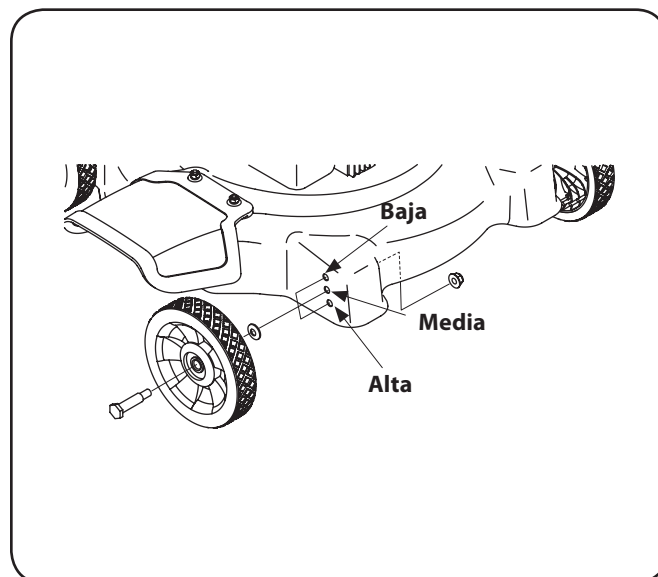
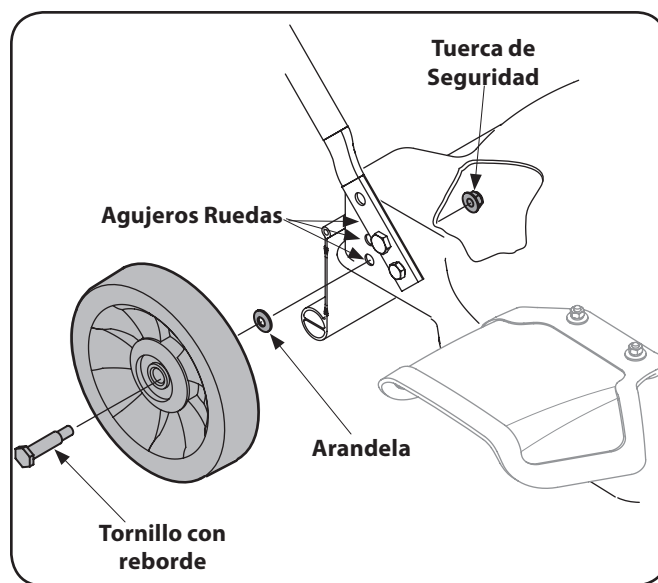

Figura 3-6
Figura 3-7
Los orificios en la plataforma (que se muestra en la Figura 3-6 y la Figura 3-7) proporcionan tres alturas de corte. Use los orificios correspondientes al colocar las cuatro ruedas (es decir, para la posición de corte más baja, coloque cada rueda en el orificio más alto de la plataforma). Vea la Figura 3-6.
1. Asegure cada rueda a la cubierta con los tornillos de pivote (3/4 pulg. llave de tubo), arandelas y tuercas de seguridad de brida (9/16 pulg. llave de tubo). Ver Figura 3-7.
1. Saque de las ruedas los pernos del carro y los elementos de ferretería relacionados. Consulte la Figura 3-6 y las instrucciones de la sección Ruedas en la página 10.